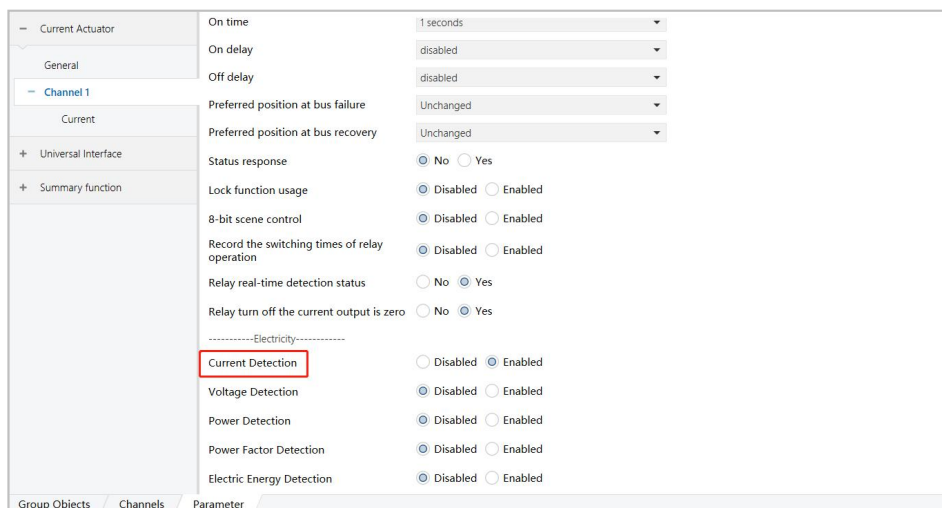

图 6.2.1
1) 参数“current detection”表示电流检测，选择“Enabled”时启用该功能，出现红色方框内选项，如图 6.2.1 所示；